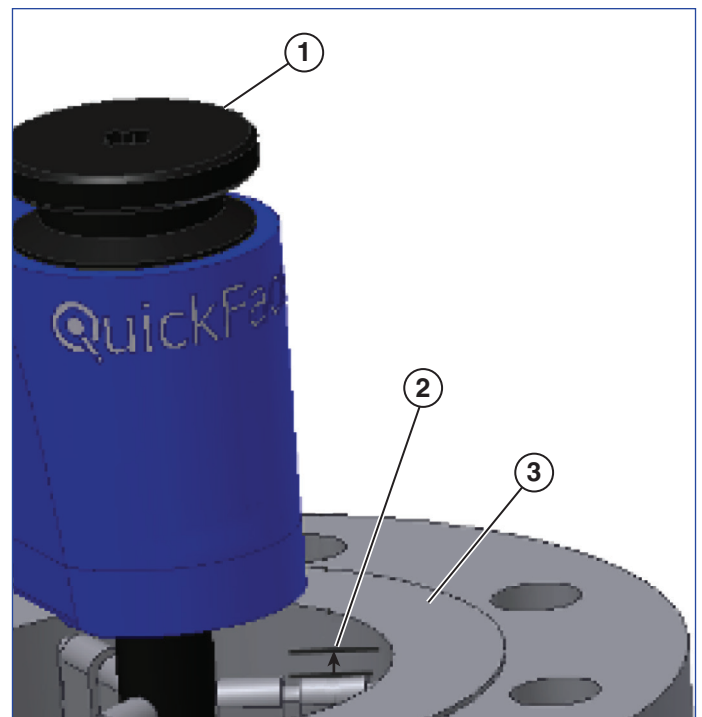

図 10
1. フランジ面から深さ3 mmにマンドレルアセンブリの爪を挿入して、製品本体をフランジ内径に水平に取り付けます。（図10参照）固定ノブを時計方向に回して、爪が伸びて、フランジ内面に突き当たり締め付けますフランジ内径にしっかりと嵌め込まれていることを確認します。固定ノブを締め付け過ぎないでください。